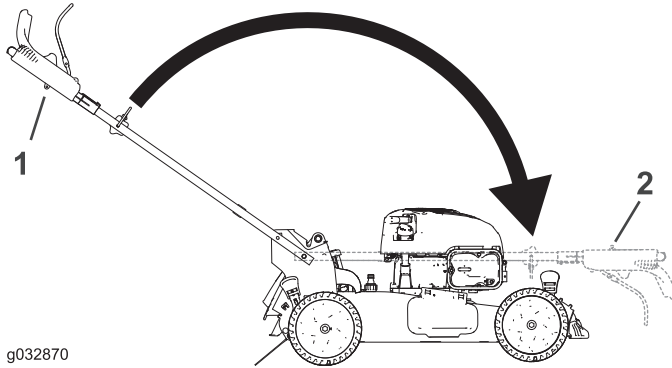

**Figure 24**
1. Retirez et conservez les 2 boutons et les 2 boulons de carrosserie du support du guidon (Figure 24).